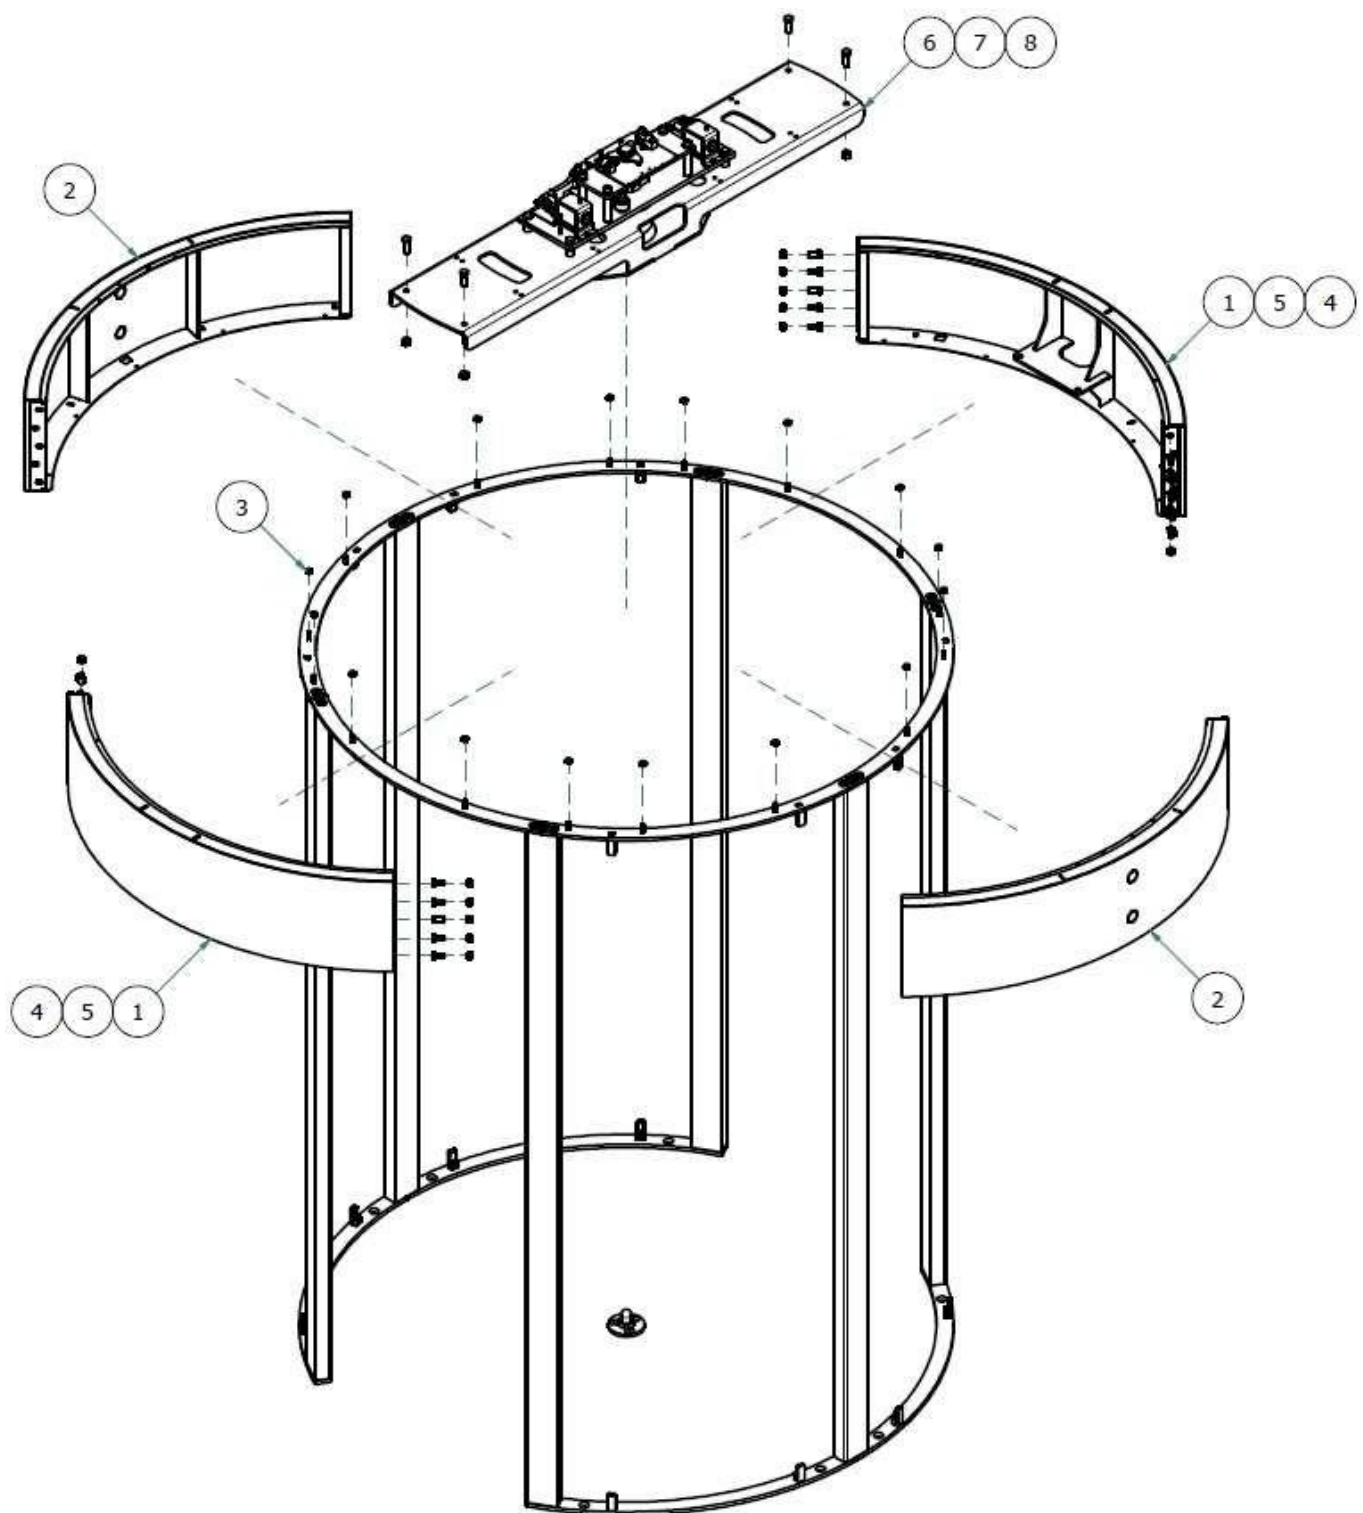

Abbildung 11: SCHRITT 3 - Montage von Kronen- und Antriebskanälen
- 5.9. Setzen Sie die Kronen wie in *Abbildung 11* gezeigt auf die Bolzen und ziehen Sie sie mit einem Paar M10-Sechskantschraube und Sechskantmutter an den Seiten fest. Achten Sie darauf, dass die Fugen zwischen den Kronen bündig mit dem Kreis abschließen.